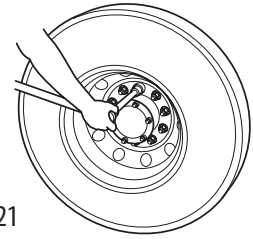

Figure 21
Serrez toujours d'abord à la main l'écrou supérieur pour bien asseoir le tambour de frein sur le guide du tambour et contre la face du moyeu. Voir le schéma ci-contre pour la séquence de serrage des boulons, et serrez dans l'ordre de 1 à 8 ou 10, selon la disposition des boulons (voir les figures 21 et 22).
7. Serrez d'abord l'écrou du haut. Appliquez un couple de 50 pi-lb pour tirer le tambour de frein entièrement contre le moyeu (voir figure 21).